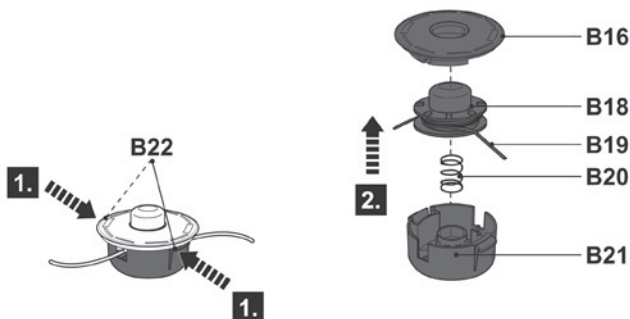

Fig. 65
- > Presione los mecanismos de desbloqueo (B22) de la carcasa del cabezal de corte (B21) para abrir la cubierta (B16) (Fig. 65). La cubierta (B16) y el carrete (B18) saldrán.